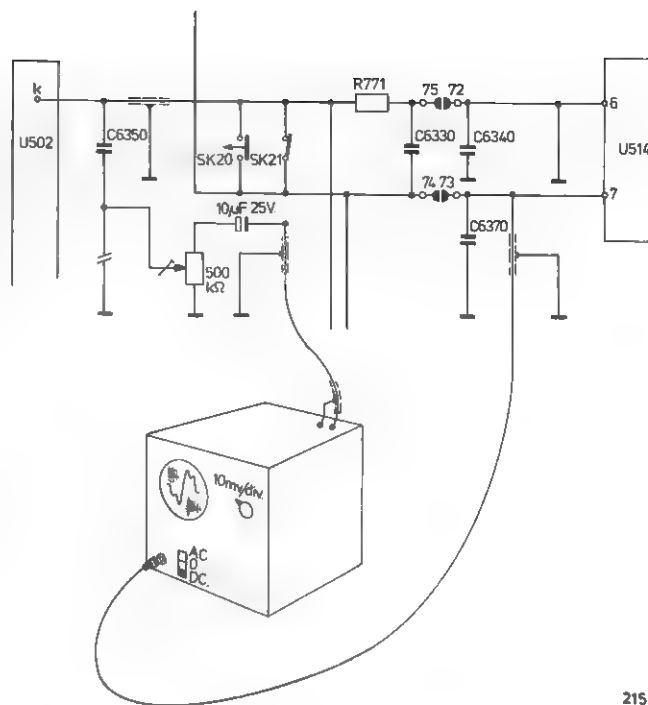

Fig. 4
- Maak de meetopstelling zoals in fig. 4 getekend.
- Verbind de loper van de potentiometer van 500 k $\Omega$  (zie fig. 4) met de losgesoldeerde aansluitdraad van C6350.